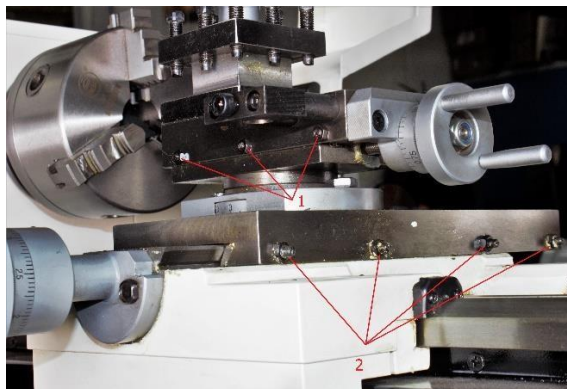

Рис.42 Шпильки поперечного и верхнего суппортов.
**Шпильки верхнего суппорта** — четыре винта шпилек крестового суппорта настраивают его натяжение (Рисунок 42). Эти винты удерживаются контргайками. Для настройки ослабьте контргайки и затяните болты так, чтобы при вращении маховика появлялось легкое трение. После настройки необходимого натяжения затяните гайки, удерживая винты ключом в неподвижном положении.